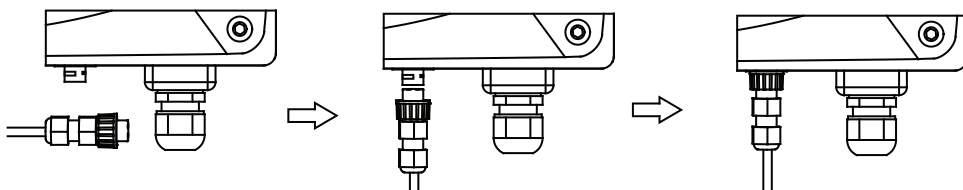

Figure 37: Connexion détaillée
(1) Connectez le connecteur de communication configuré pour l'onduleur à la borne RS485 de l'onduleur, comme indiqué sur la Figure 37